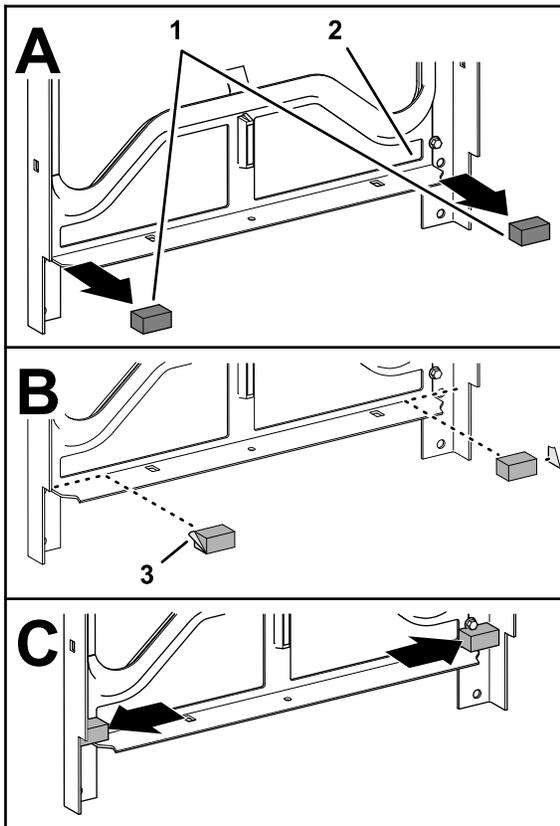

図 25
2. シールを剥がした部分をきれいに清掃する 図 25。
3. 新しいウレタンシールの裏紙を剥がす 図 25。
4. 図 25 のようにウレタンシールを取り付ける。
1. 取り付けフレームの下内側についているウレタンシール 2 枚を剥がす 図 25。